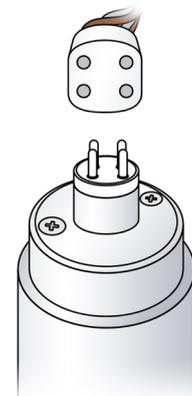

Abb. 3
- Entfernen Sie die seitliche Abdeckung (drehen Sie die Schraube 90° im Uhrzeigersinn oder gegen den Uhrzeigersinn). (Abb. 3)
- **SCHLIESSEN** Sie den Steckverbinder an das Ende der UV-Lampe **AN** und stellen Sie sicher, dass der Stecker korrekt auf die Stifte ausgerichtet ist. (siehe Abb. 3 auf der vorherigen Seite)